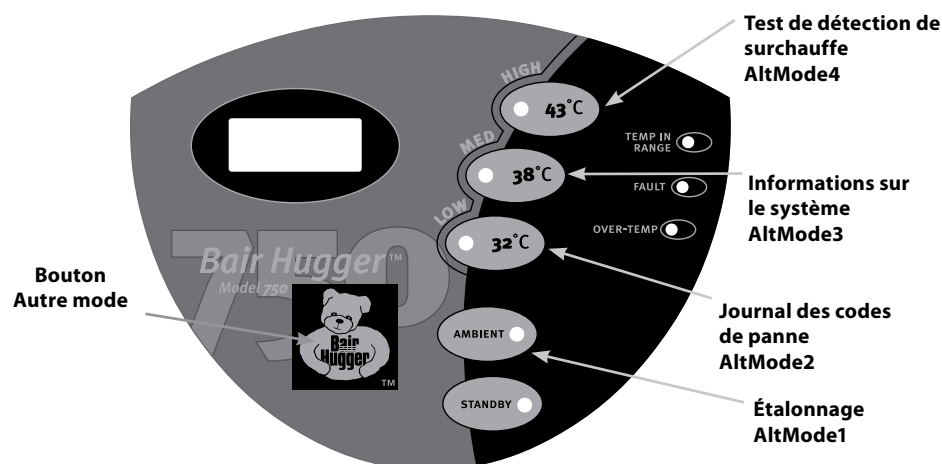

Figure 2. Emplacement du bouton **Autre mode**
Pour passer à l'un des *Autres* modes, appuyez sur le bouton **Autre mode** en combinaison avec l'un des boutons de mode de fonctionnement, également situés sur le panneau avant. La Figure 2 vous indique sur quels boutons appuyer pour entrer dans l'un des 5 *Autres* modes. Lorsque vous avez appuyé sur la bonne combinaison de touches, « Maintenir pour AltModeX » apparaît sur l'affichage. « X » représente l'*Autre* mode sélectionné dans la liste ci-dessus.
4. Appuyez simultanément sur le bouton **Autre mode** (voir Figure 2) et sur le bouton **Température ambiante** pendant 3 secondes. L'unité de régulation thermique est maintenant en mode *Étalonnage*. Dans ce mode, l'unité de régulation thermique exécute les tâches suivantes :
4. Appuyez simultanément sur le bouton **Autre mode** (voir Figure 2) et sur le bouton **43 °C** pendant trois secondes. L'unité de régulation thermique est désormais dans un mode de *Surchauffe forcée*. Dans ce mode, l'unité de régulation thermique exécute les tâches suivantes :
2. Appuyez simultanément sur le bouton **Autre mode** (voir Figure 2 : bouton Autre mode à la page 45) et le bouton **32 °C** pendant trois secondes. L'unité de régulation thermique est désormais en mode *Journal des codes de panne*. Dans ce mode, l'unité de régulation thermique exécute les tâches suivantes :